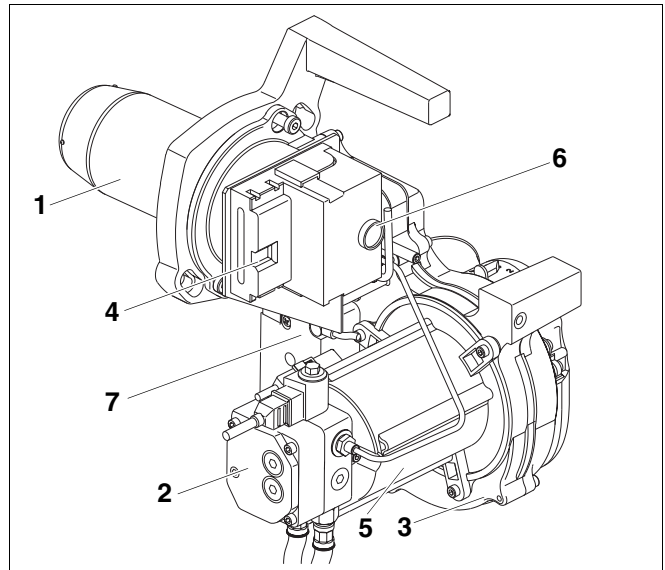

Рис. 1 Горелка Logatop SE
- труба горелки (рис. 1, поз. 1)
- топливный насос с электромагнитным клапаном и шлангами для дизтоплива (рис. 1, поз. 2)
- корпус горелки (рис. 1, поз. 3)
- разъем горелки для подключения 7-полюсного штекера (рис. 1, поз. 4)
- мотор горелки (рис. 1, поз. 5)
- дизельный автомат горения с кнопкой подавления помех (рис. 1, поз. 6)
- устройство розжига (рис. 1, поз. 7)
Горелка (рис. 1) имеет штекерное соединение с системой управления (7-полюсный штекер).